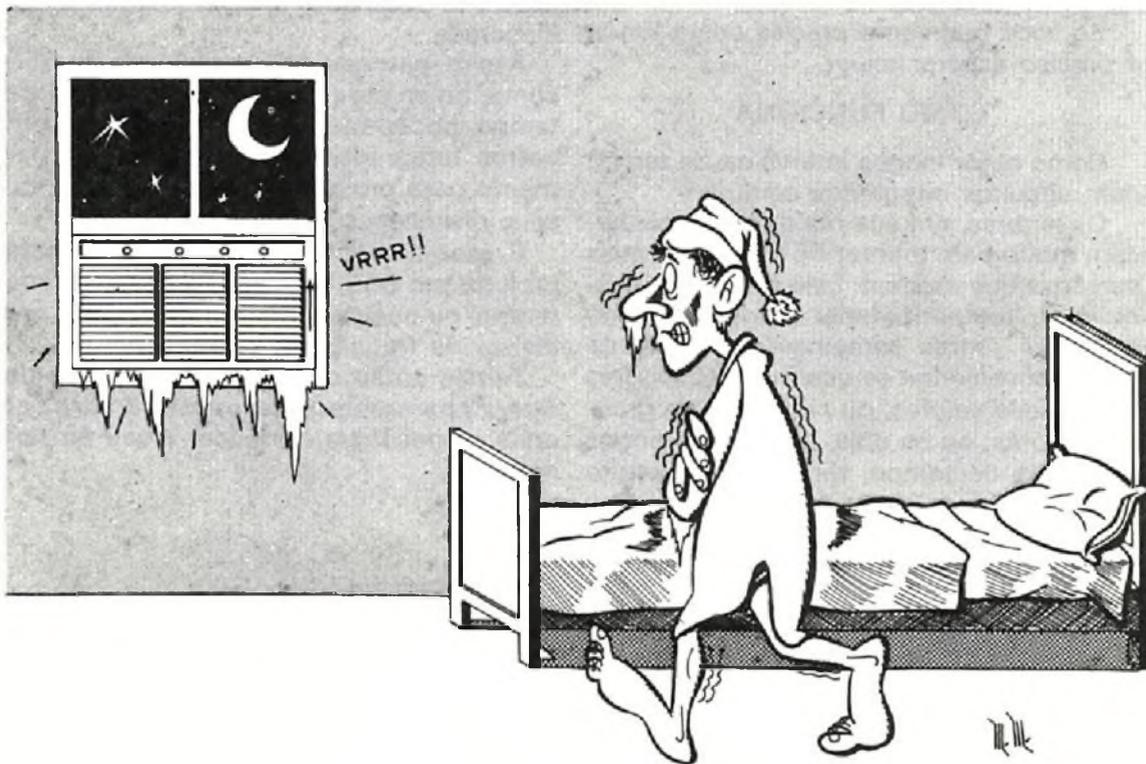

FIGURA 1
- Se você costuma ligar eletrodomésticos em seu quarto antes de dormir, como ventiladores, condicionadores ar ou rádios de cabeceira e os esquece completamente, um aparelho deste tipo evitaria não só o gasto de energia como também o incômodo de você ter de se levantar de madrugada (eventualmente gelado) para desligá-los (*figura 1*).